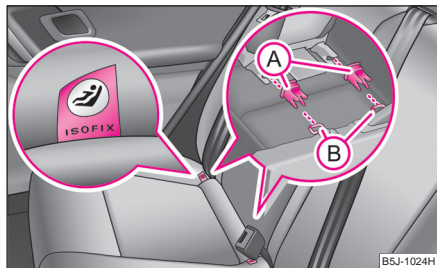

Fig. 154 Inelele de prindere (sistemul ISOFIX)
- Elementul de prindere **A** se introduce în inelele **B** existente la baza îmbinării spătarului scaunului cu perna ⇒ fig. 154.